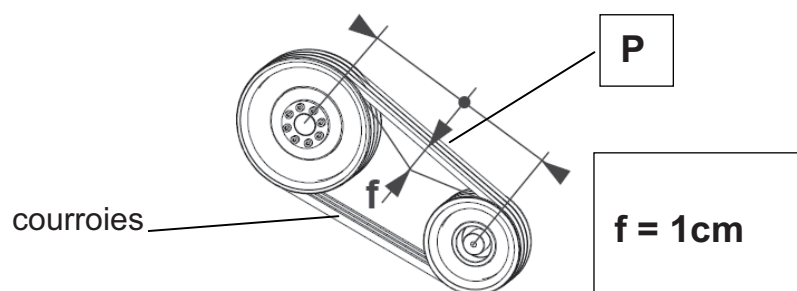

Fig. 2.7
Contrôler la tension des **courroies** de transmission (fig. 2.7). Pour cela, exercer une pression sur le point **P** indiqué par la flèche et vérifier que la flexion obtenue correspond à **f = 1cm**.
- Vérifier que la condition de la fig. 2.7 est remplie ;